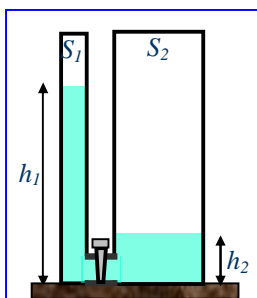

Рис. 44.3. Сообщающиеся сосуды с краном.
3. В два цилиндрических сосуда налита вода (рис. 44.3). Площади сечений сосудов $S_1 = 1 \text{ см}^2$ и $S_2 = 4 \text{ см}^2$